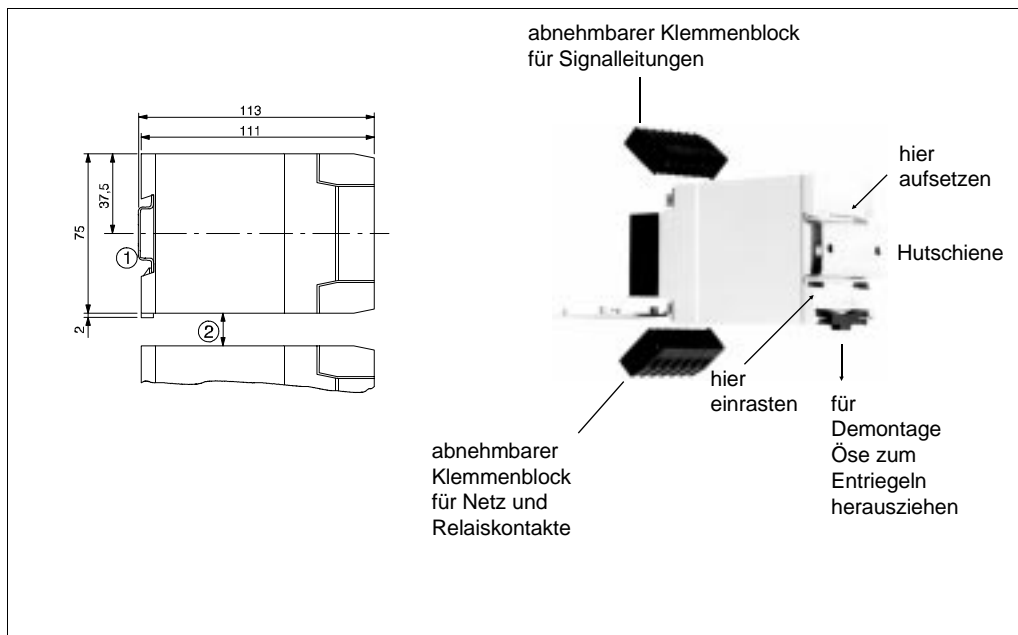

Abb. 4
- Beachten Sie dabei die zulässigen Umgebungstemperaturen (techn. Daten) und die Mindestabstände zwischen den Gerätereihen (Abb.4).